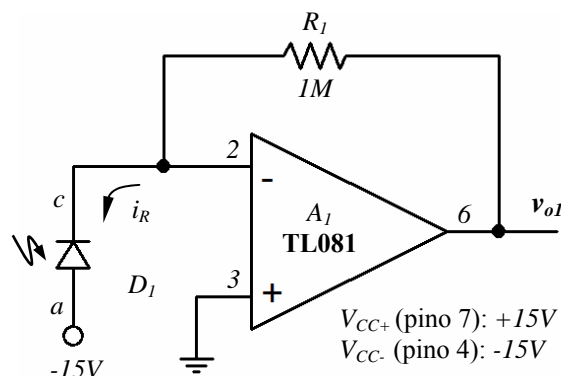
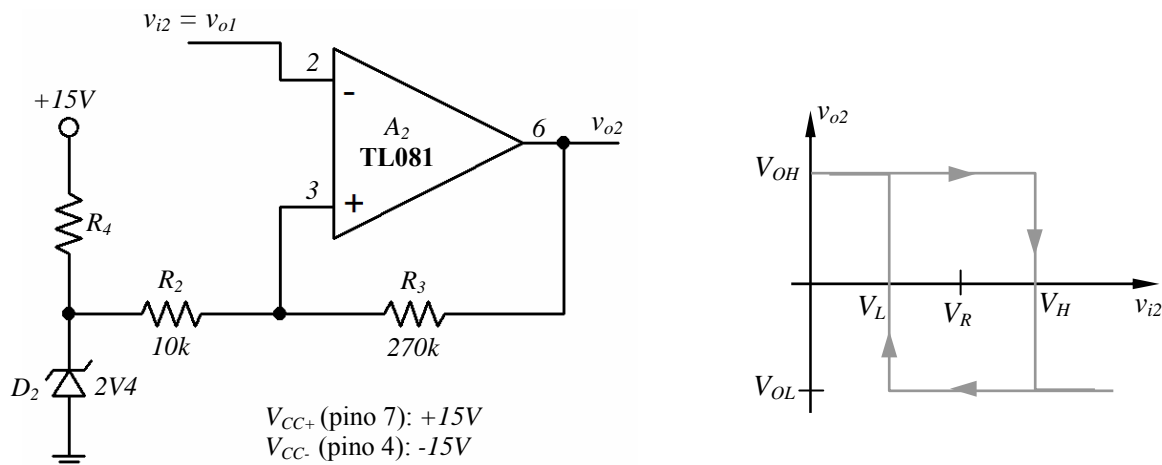

Fig. 7.3
Fig. 7.4
Para amplificar o sinal de corrente proveniente do foto-díodo vamos usar um amplificador baseado no já conhecido TL081, tal como mostra a fig. 7.3.
a) Monte o circuito da fig. 7.3 e verifique a variação de v_{o1} com vários níveis de luminosidade aplicados ao foto-díodo (cubra o foto-díodo com as mãos e depois incida sobre ele a luz da lanterna do seu telemóvel).
A fig. 7.4 mostra o comparador que iremos usar, baseado em mais um OpAmp TL081.
Trata-se de um comparador com histerese (um *Schmitt trigger*) que compara a tensão de entrada v_{i2} (a ligar, mais tarde, a v_{o1} , no circuito da fig. 7.3) com dois níveis de referência⁷, V_L e V_H , cujos valores dependem da tensão do Zener D_2 e das tensões de saturação do TL081, V_{OH} e V_{OL} , que já mediu no Trab. 5. A fig. 7.4 mostra, do lado direito, a característica entrada/saída deste comparador.
b) Monte o circuito da fig. 7.4 na mesma placa branca onde montou o circuito anterior. Para já não ligue ainda a entrada v_{i2} ao outro circuito.
a) Monte este circuito na mesma placa branca ao lado do circuito da fig. 7.4. Para já não ligue ainda a entrada v_{i3} ao circuito anterior.